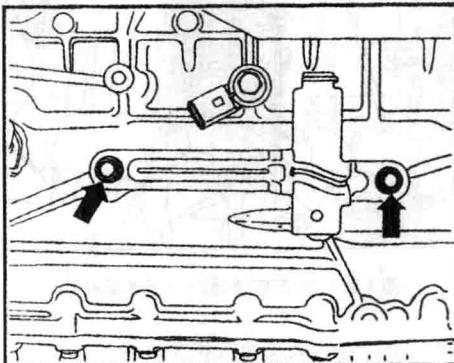

图 1-17 拆卸支架
29) 如图 1-17 所示，将冷却液循环泵 V50 的支架从曲轴箱上拧下。拧紧力矩为 $20\text{N}\cdot\text{m}$ 。